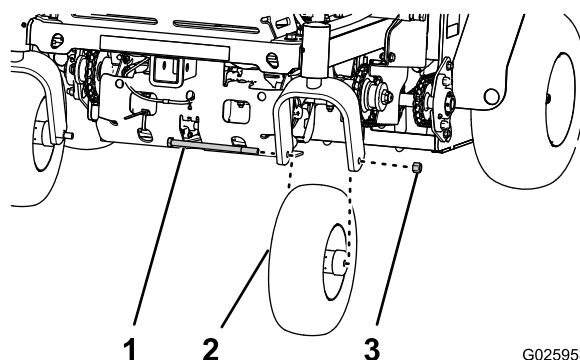

Figura 28
3. Retire la tuerca y el perno de la rueda, y retire el conjunto de la rueda giratoria de la horquilla (Figura 28).
1. Alinee el orificio del eje del conjunto de la rueda giratoria entre los orificios de la horquilla de la rueda giratoria (Figura 28).
2. Sujete la pieza a la horquilla con la tuerca y el perno de la rueda (Figura 28) que se retiró en el paso 3 de Desmontaje del conjunto de ruedas giratorias (página 32).